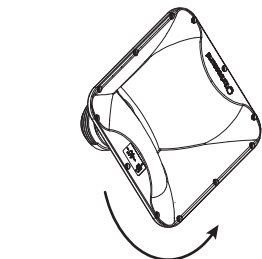

Fig. 5
6. Tournez la corne pour obtenir le motif de couverture souhaité (fig 5).